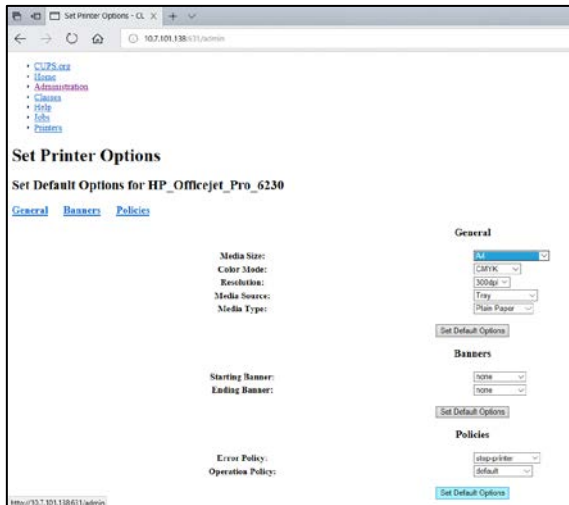

図 81. 正しい用紙サイズを選択。
7. 用紙サイズが正しくないと印刷できないプリンターもあるため、正しい用紙サイズ（「A4」など）を選択します。次に、**Set Default Options**（初期設定オプションを設定）を押してこの選択を保存します（図 81）。